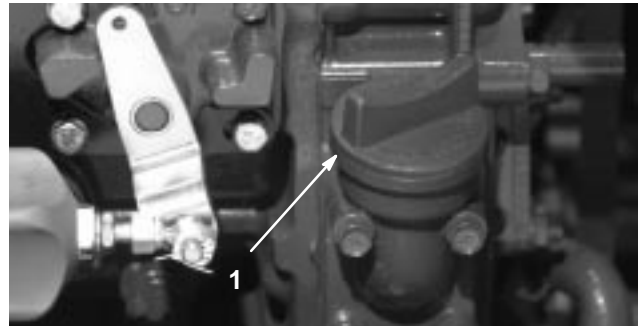

Bild 5
4. Entfernen Sie, wenn der Ölstand die „Voll“-Marke nicht erreicht, den Fülldeckel (Bild 5) und gießen genug Öl ein, um den Ölstand bis zur „Voll“-Marke anzuheben. **Nicht überfüllen.**